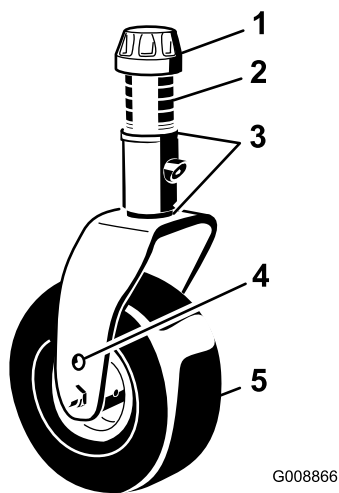

Bild 96
1. Entfernen Sie die Spannkappe von der Laufradspindelwelle und ziehen die Spindel aus dem Laufradarm heraus (Bild 96). Stecken Sie die Beilagscheiben nach Bedarf um, um das Laufrad anzuheben oder abzusenken, bis das Mähwerk die korrekte Neigung erhalten hat.